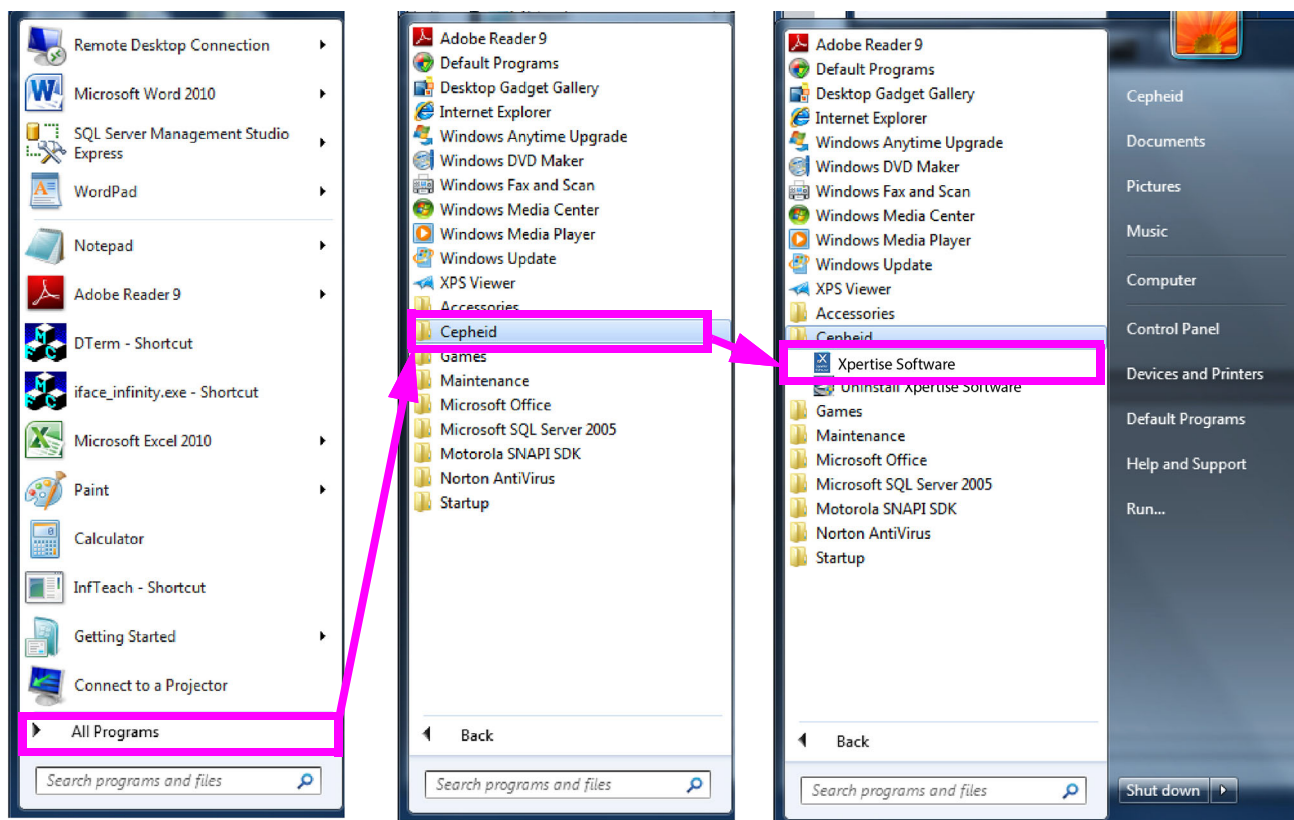

図 5-7. プログラムメニューからの Xpertise Software の起動 – Windows 7
- Windows タスクバーで、**Windows のスタート** アイコンを選択し、**全てのプログラム (All Programs) -> Cepheid -> Xpertise Software** を選択します。図 5-7 を参照。